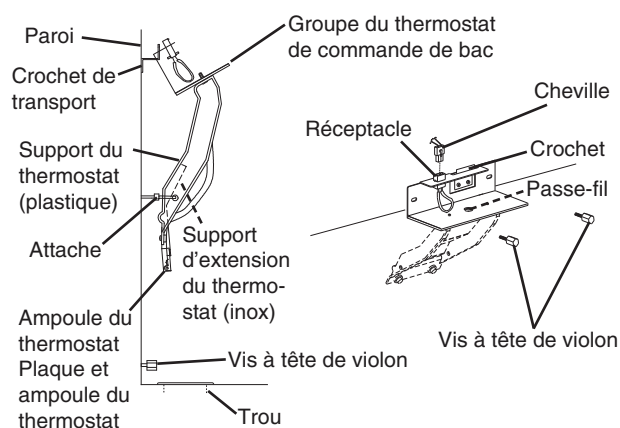

Fig. 3a
- 5) Installez le thermostat de commande de bac comme suit. Voir Fig. 3a et 3b.